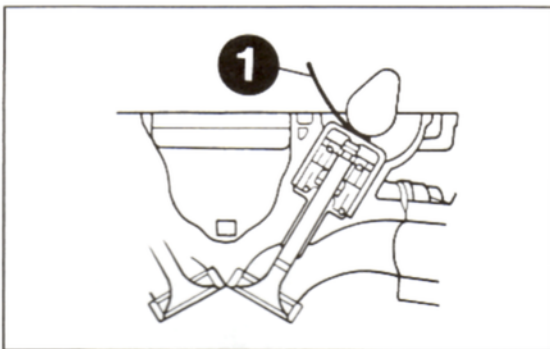

Bild 20
- Mit Fühlerlehrenblatt zwischen Nocken und Tassenstößel festen Schiebeseitz prüfen. Siehe Bild 20.
- Ventilspiel nochmals prüfen, gegebenenfalls Einstellung wiederholen, siehe Bild 20.